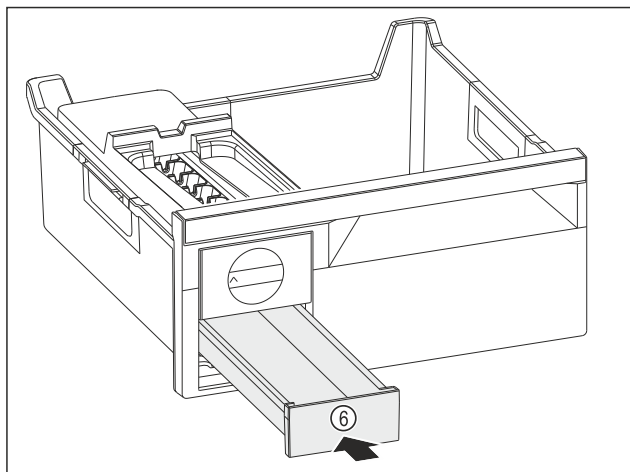

Fig. 148
- ▶ Insérer le compartiment à glaçons Fig. 148 (6).